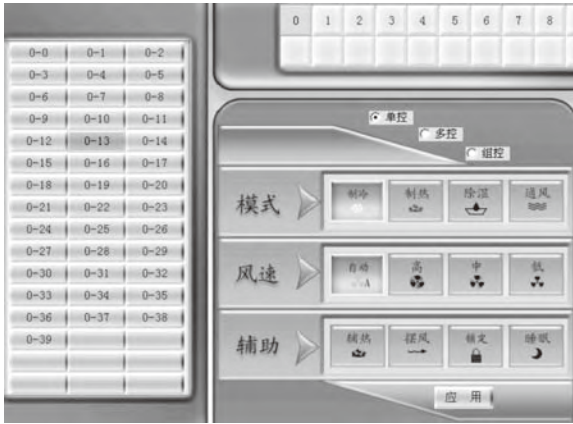

图3
■ 单控：用户通过监控软件可以对同一组内的单台内机操作（如图3）。